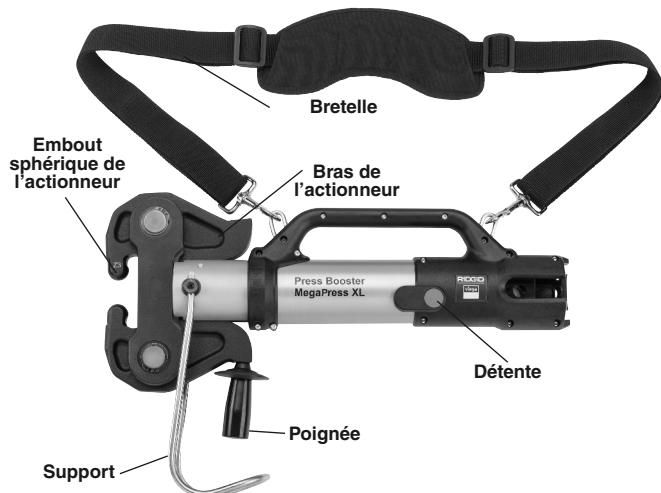

Figure 1 – Press Booster avec actionneur Z3
- Attachez la bretelle à l'outil comme indiqué à la *Figure 1*. Réglez la longueur de la bretelle.